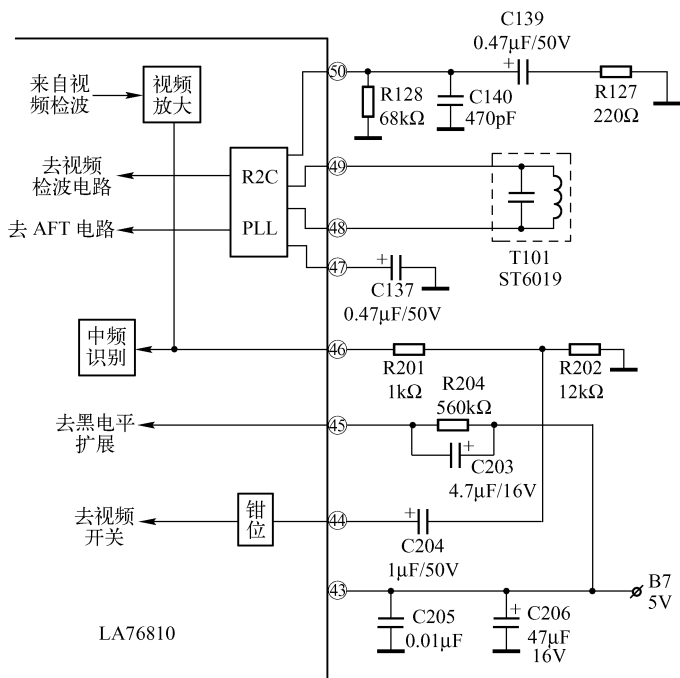

图 7-23 N101 (CA76810) 视频信号处理电路
检查与分析: 首先注意观察故障现象主要表现是: 在信号较弱时, 图像画面上有满屏较粗的横向干扰亮线, 且伴音噪声较大; 信号较强时, 图像画面上的干扰线较稀, 且伴音噪声也较小, 在进行自动搜索时, 无一电台节目记忆, 但在搜索过程中能够看到有干扰横条的淡淡模糊图像, 并一闪即过。根据故障现象综合分析, 可初步判断是视频图像处理电路有故障, 这时应重点检查 N101 (LA76810) 的④~⑩脚及其外围电路, 如图 7-23 所示。
小结: 在如图 7-23 所示中, C137 (0.47μF/50V) 主要用于 PLL 检波回路滤波, 与 N101④⑧、④⑨、⑤⑤脚外接的 T101 振荡回路 (中周) 和由 C140、C139、R127 等组成的双时间常数电路及内接 R2C PLL 等共同组成锁相环图像检波电路, 正常工作时, N101 的④④脚和④⑥脚有约 2V (峰-峰值) 的视频信号波形, 电压有抖动现象。因此, 当④④脚和④⑥脚的视频信号波形异常时, 应首先重点检查④⑦脚和⑤⑤脚外接的电容元器件, 必要时将其直接换新。